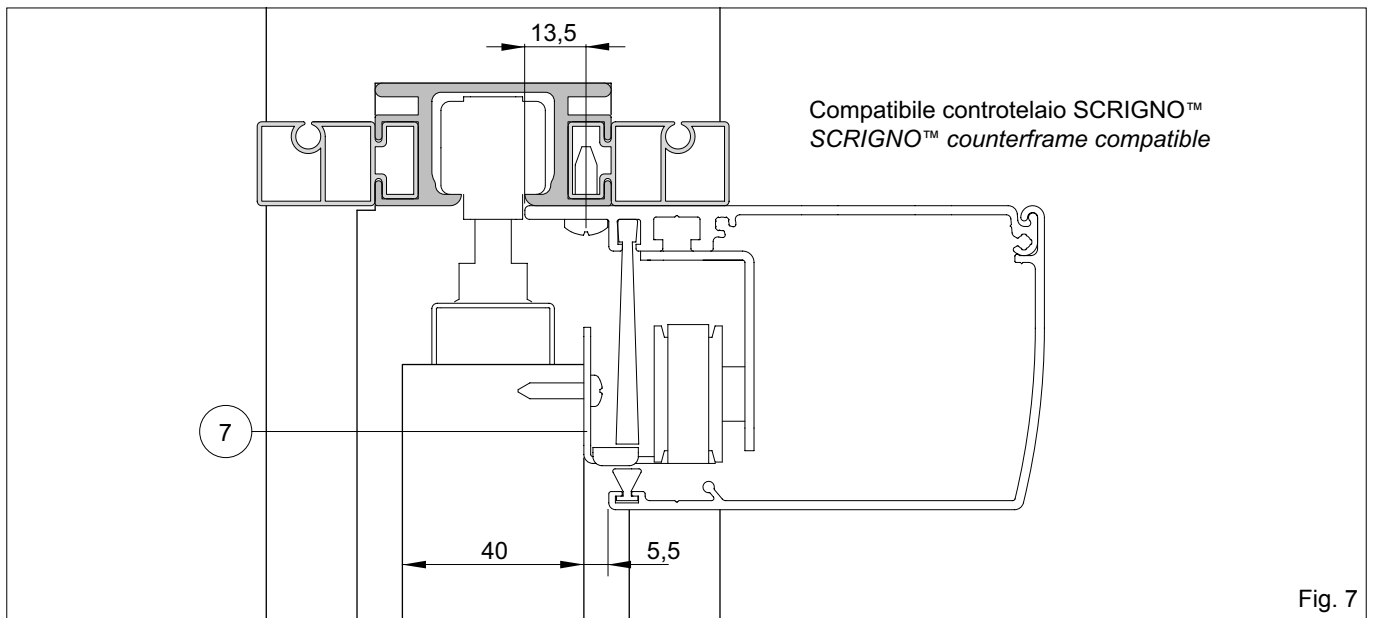

Fig. 7
- Fixer le caisson au rail supérieur de la porte de la manière indiquée sur la fig. 7 (modèle Scigno) ou bien sur la fig. 9 (modèle Eclipse).